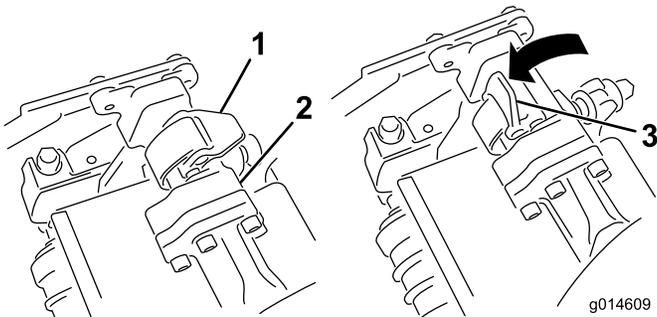
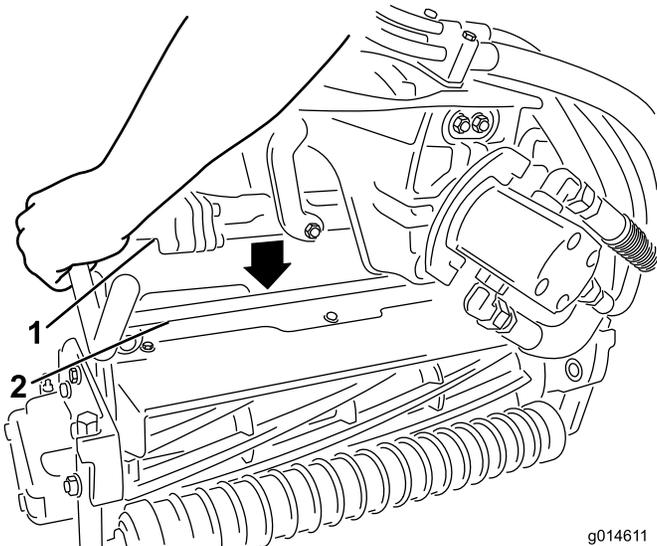

Figure 12
Figure 13
5. Les verrous de la barre de bras de suspension étant orientés en haut (c.-à-d. ouverts) (Figure 12), poussez le bras de suspension vers le bas pour que la barre s'engage sur la barre transversale en haut du plateau de coupe (Figure 13).
6. Fermez les verrous autour de la barre du plateau de coupe et bloquez-les en place (Figure 12).